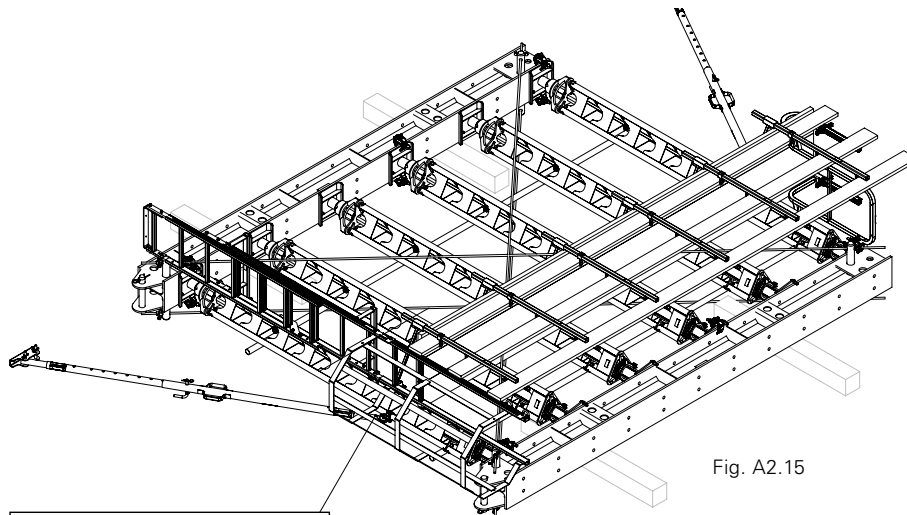

Fig. A2.15
1. Fastgør Skråspindeltilslutning HDR (5.1) med kobling på HD Støttens flange. (Fig. A2.15)